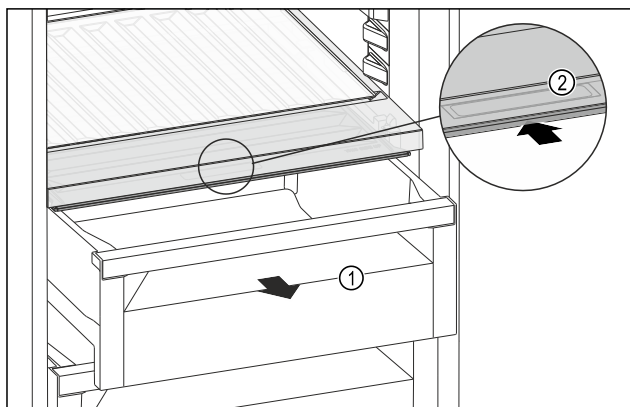

Fig. 241
- Zásuvku Fig. 241 (1) vytáhněte.
- Uchopte prohlubeň pro rukojeť Fig. 241 (2) na víku zásuvky a současně zasuňte víko zásuvky směrem dozadu.